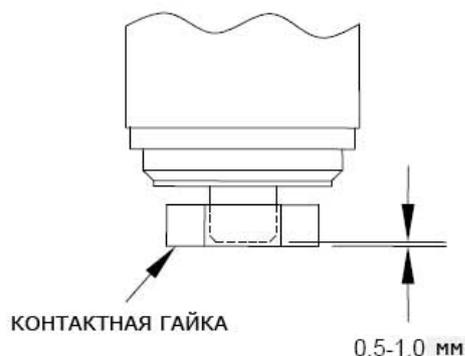

Рис. 10
- 1) Снимите контактную гайку с вакуумной камеры, которую нужно заменить, и присоедините ее к новой вакуумной камере как показано на рис. 10.